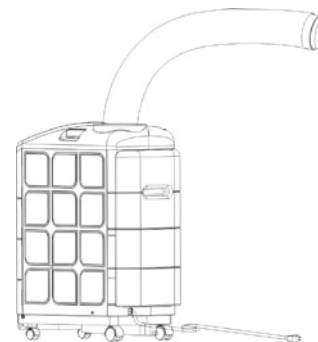

Fig 1.
A. Retirez le couvercle et tirez sur le conduit d'évacuation : Fig. 1